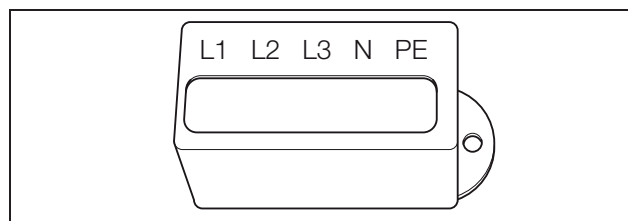

Figure 13: Capuchon de plombage pour borne de raccordement CA
- Faites passer le capuchon de plombage (figure 13) sur le câble d'alimentation. Le capuchon de plombage est obligatoire en Italie.